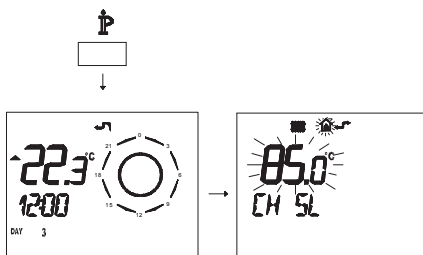

图 5.45
- 按 **ⓘ** 按钮超过 3 秒进入 **INFO** 模式 (图 5.45)。